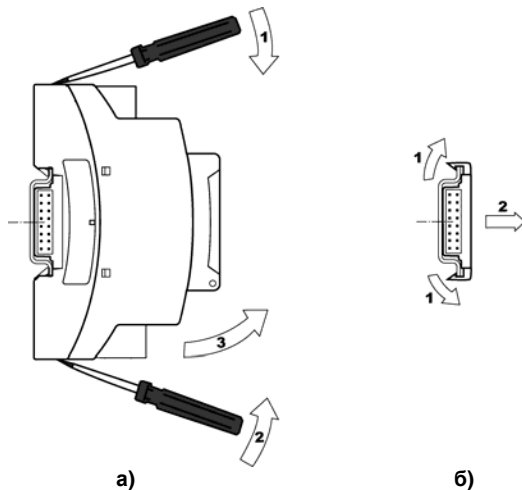

Рисунок 7.4 - Демонтаж модуля с DIN-рейки
- При помощи отвертки открыть защелки, фиксирующие модуль на DIN рейке (см. рис. 7.4а)
- Для снятия соединителя следует, предварительно освободив его от связи с другими соединителями, поддеть пальцами одновременно все зубцы, потянуть на себя. (см. рис. 7.4б)